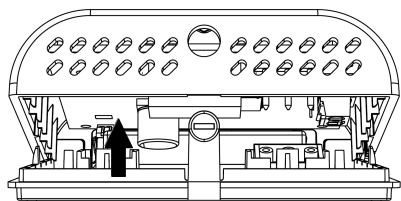

Fig. 3
- 2 Ruotare la calotta esercitando una leggera pressione fino ad estrarla completamente (Fig. 3).